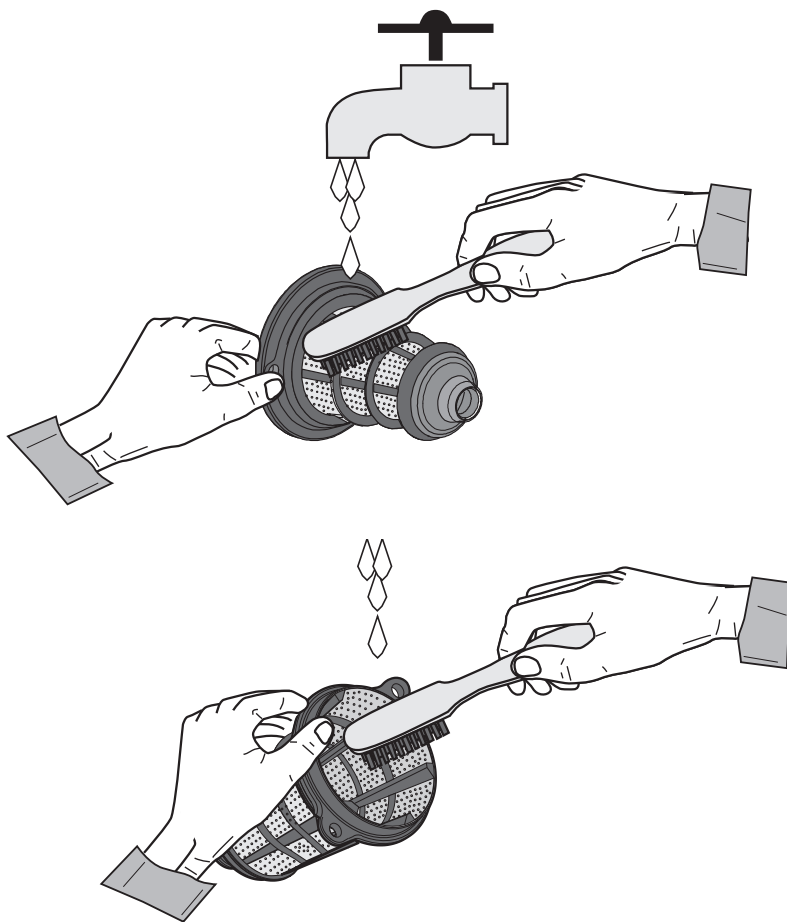

Fig. 5
- Utilizzare una spazzola (Fig. 5) per pulire il cestello sia all'interno che all'esterno e la coclea.